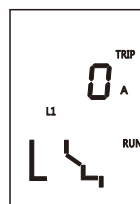

图61 按“Test”键进行模拟瞬时脱扣状态
7.5.6.5.4 脱扣状态：除上述可以设置及查询的状态以外，对控制器出现故障脱扣状态举例说明如图61、图62出现脱扣故障后需按“返回”键清除故障：